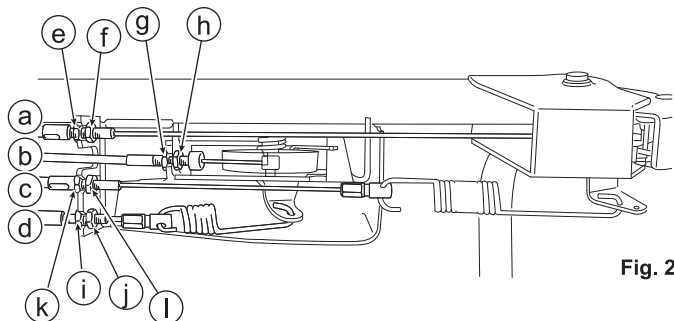

Fig. 23
8.5.1 Leva dell'acceleratore (fare riferimento alle figure 23 e 24)
8.5.2 Leva della lama (fare riferimento alle figure 23 e 25)
8.5.3 Leva della frizione (fare riferimento alle figure 23 e 26)
8.5.4 Leva delle marce (fare riferimento alle figure 23 e 27)